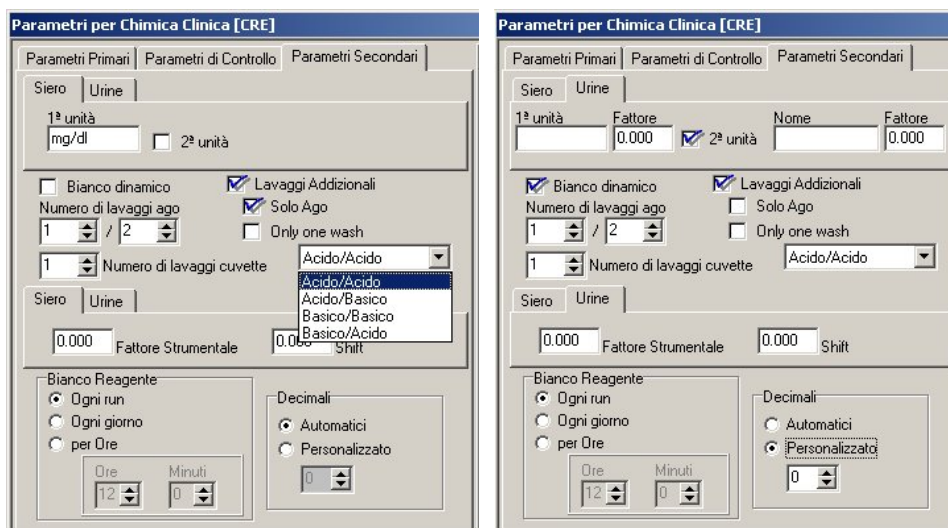

Fig. 21
Nella tabella relativa ai **Parametri Secondari** (Fig. 21) l'operatore può inserire le seguenti informazioni:
- **Ripetizione Bianco Reagente:** parametro per automatizzare la determinazione automatica, nel tempo, del valore d'ABS del reagente. Selezionare tra le seguenti possibilità (vedi **Fig. 21**):